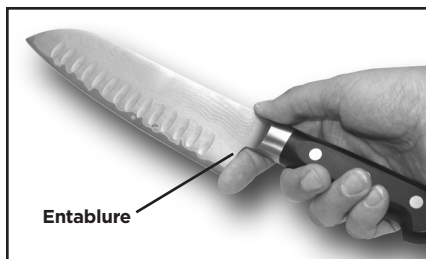

Figure 8. Si votre lame comporte une entablure significative, il peut s'avérer utile de mettre un doigt à l'arrière comme illustré lors de l'aiguisage.
7. Si votre couteau possède une entablure significative, il vous paraîtra peut-être utile de placer votre index dans la zone de l'entablure ou juste derrière (voir figures 8 et 9) quand vous insérez la lame dans l'aiguiser. Soyez prudent ! L'extrémité de l'entablure est peut-être tranchante. Votre doigt servira de butée et vous empêchera d'insérer la lame trop loin, ce qui pourrait avoir pour conséquence que la zone de l'entablure entraîne la barre d'arrêt du devant de l'aiguiser lorsque vous retirez la lame. Un peu de pratique vous aidera à perfectionner cette technique. Quand vous insérez la lame, laissez glisser votre doigt vers le bas contre la face avant de l'aiguiser.